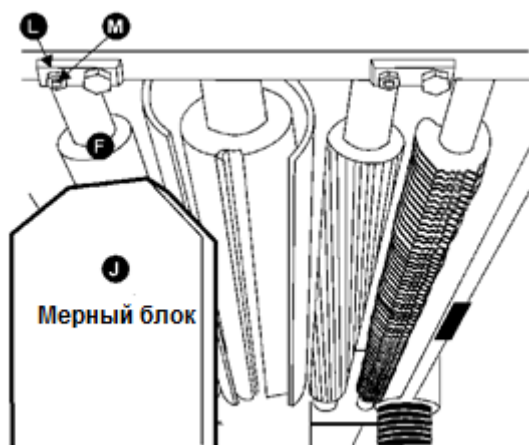

Рис. 23
- Извлеките щуп и сдвиньте мерный блок (J, см. Рис. 23) под один конец ролика разгрузки (F, см. Рис. 23). Нижняя часть ролика разгрузки должна только касаться вершины измерительного блока. Если необходима регулировка ролика разгрузки, ослабьте стопорную гайку (L, см. Рис. 23) и поверните винт (M, см. Рис. 23), пока ролик разгрузки не коснется мерного блока. Затем затяните стопорную гайку (L, см. Рис. 23).